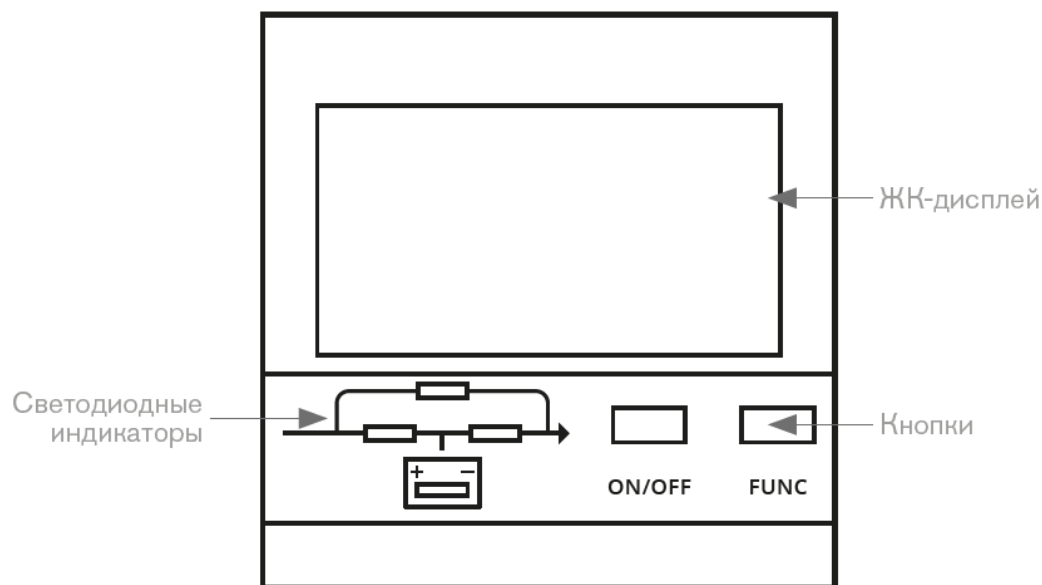

Рис. 5-1 Панель управления
3. Нажмите кнопку холодного запуска для включения ИБП, как показано на рис.5.1. Нажмите кнопку «ВКЛ / ВЫКЛ» в течение 2,5 с, когда зуммер включен.